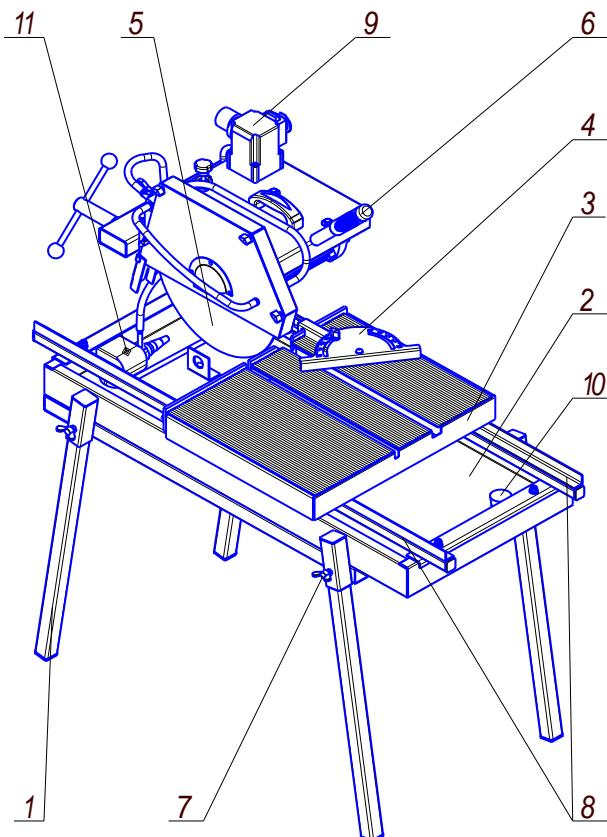
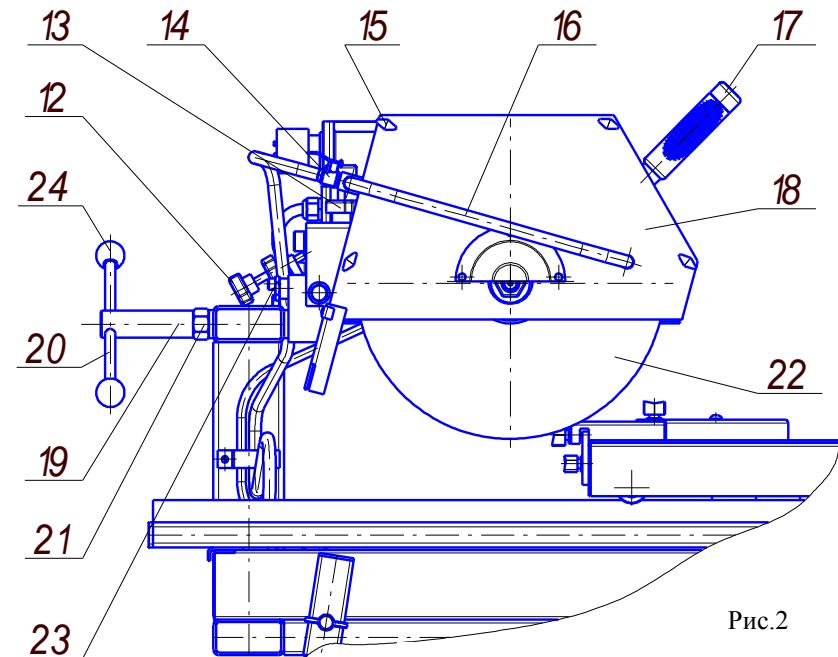

Рис.1 СКЭ-350.600
Рис.2
5.2. Установите ножки 1 (см. рис. 1) стола и зафиксируйте их винтами (болтами) 7 (см. рис. 1). Стол направляющий установить на раму 2 (см. рис.1) и соедините их болтами и гайками с шайбами из пакета с комплектующими и крепежными изделиями.
5.3. Установите подкатной стол на направляющие 8 (см. рис. 1) так, чтобы прорези одних роликов были посажены на левую направляющую, а другие (сплошные) установлены на горизонтальную поверхность правой направляющей. Убедитесь, что подкатной стол легко перемещается по направляющим (без рывков и заеданий). Регулировку плавности хода осуществлять эксцентриками (выполняют роль осей роликов), вращая головку болта крепления роликов. По окончании регулировки болты закрепить гайкой.
5.4. Вверните обрезиненную ручку 6 (см. рис. 1) в отверстие на крышке двигателя.
Соберите ручку 19 (см. рис. 2), введя рукоятку 20 (см. рис. 2) в отверстие ручки 19 и зафиксировав ее шаровой гайкой 24 (см. рис. 2). Установите ручку 19, навернув ее на резьбовой штырь - поворотную ось двигателя.
5.5. Соедините водяной насос и шланг подачи воды. Шланг подачи воды закрепите скобой к стойке рамы (см. рис.2).
5.6. Выверните четыре барашковых винта 15 (см. рис. 2), осторожно снимите защитный кожух 18 (см. рис. 2) и положите его на крышку двигателя. Установите алмазный диск на ось двигателя таким образом, чтобы он был зажат между двумя планшайбами и зафиксирован гайкой при помощи гаечного ключа на 30 и дополнительного штыря-фиксатора (в комплект поставки не входит), введя его в специальное отверстие на конце оси двигателя. Проверьте, попадает ли диск в специальную прорезь подкатного стола, после чего установите обратно защитный кожух 18 (рис. 2).
5.7. Выкрутите винт-фиксатор 12 (см. рис. 2), ограничивающий вертикальное перемещение головки станка. Подкатите столик 3 (см. рис. 1) к диску и нажимая вниз ручку 17 (см. рис. 2) убедитесь, что диск свободно входит в узкую прорезь стола. При помощи гаечного ключа на 30 ослабьте фиксирующую гайку 21 (см. рис. 2) и, взависившись за ручку, расположенную на крышке двигателя, поверните головку станка на 45°. Убедитесь, что диск входит в широкую прорезь подкатного стола станка, в противном случае осуществите регулировку головки, вращая эксцентрик 23. По окончании регулировки затяните винт крепления эксцентрика. Для фиксации угла наклона головки станка используется гайка 21 (см. рис. 2) и поворотная ручка 19 (см. рис. 2), которая контратит гайку 21.
5.8. Выберите в зависимости от толщины разрезаемого материала величину вертикального хода головки станка, используя для этой цели регулировочный винт 13 (см. рис. 2). При необходимости фиксации головки станка используйте винт 12 (см. рис. 2).
5.9. Проверьте, что все шланги подачи воды для охлаждения диска штатно установлены, а пробка слива воды 10 (см. рис. 1) плотно заткнута. Наполните раму 2 (см. рис. 1) водой приблизительно на 75% его объема и откройте кран 14 (см. рис. 2).
5.10. Наденьте защитные очки и наушники и сделайте пробный пуск станка. Для этого соедините удлинитель с блоком управления станка 9 (см. рис. 1), включите розетку в заземленную сеть 220 В / 50 Гц, защищенную плавким предохранителем на 16А, и нажмите на зеленую кнопку «пуск» на блоке управления 9. Убедитесь, что диск вращается и насос подачи воды работает.
6.1. Установите требуемые параметры реза при помощи винтов 12, 13 (см. рис. 2) и упорной линейки 4 (см. рис. 2), установив ее на фронтальную поверхность подкатного стола. 2. Установите диск 22 (см. рис. 2), выбранный в зависимости от обрабатываемого материала. Качественная и безопасная работа может осуществляться только при использовании правильно подобранных дисков, лишенных малейших повреждений и соответствующих параметрам, указанным в п.3 «Технические характеристики». Изготовитель станка рекомендует использовать диски производства бельгийской фирмы DIAMANT BOART или швейцарской фирмы FUHRER & BACHMANN, выпускающей диски под маркой FUBAC.